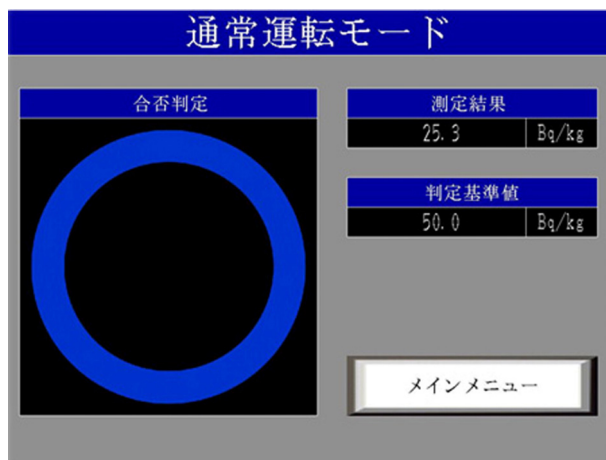

図2 操作盤面表示例(合格時)
- ・ 検査の可否は操作パネル上に「○」または「×」印が表示される(図2)と共にシグナルポールに「青色」または「赤色」が点灯する。